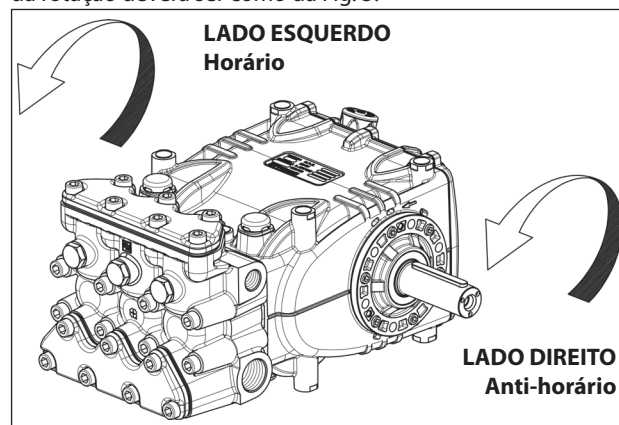

Fig. 5
Posicionando-se na frente do cabeçote da bomba, o sentido da rotação deverá ser como da Fig. 5.
**N.B.** A versão relacionada na Fig. 5 é direita.